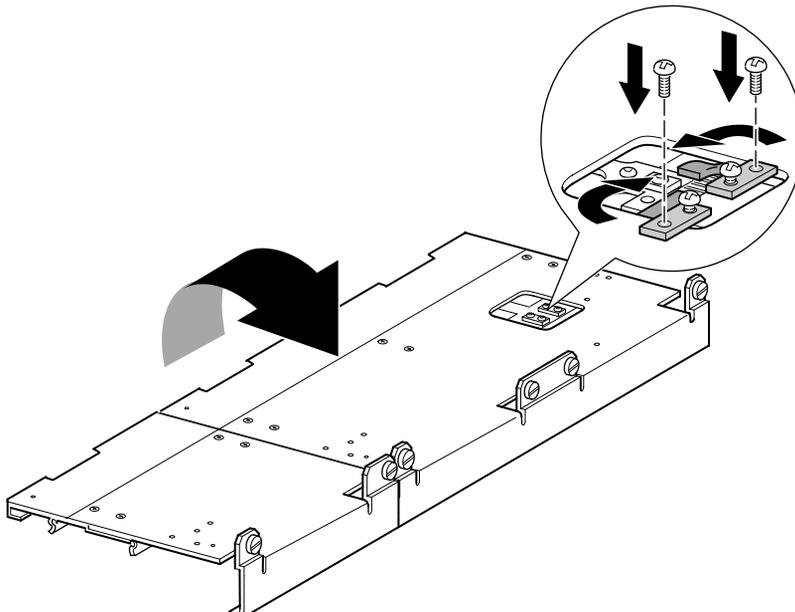

Figure 2-19. Courroie synchrone sur le système de blocage de la courroie
7. Placez les extrémités de la courroie synchrone sur le système de blocage de la courroie (voir la Figure 2-19).